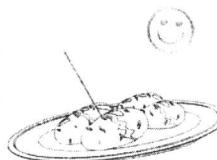

图 1-14 烹调表面无孔的食品先插孔
(2) 表面无孔的食物，如蛋、板栗、土豆、香肠，请去皮或在外皮上开一裂缝、叉几个小孔，否则受热膨胀，可能发生爆炸，如图 1-14 所示。
(3) 光波烹调时，不可遮盖食物，因为食物需要直接吸收光波。